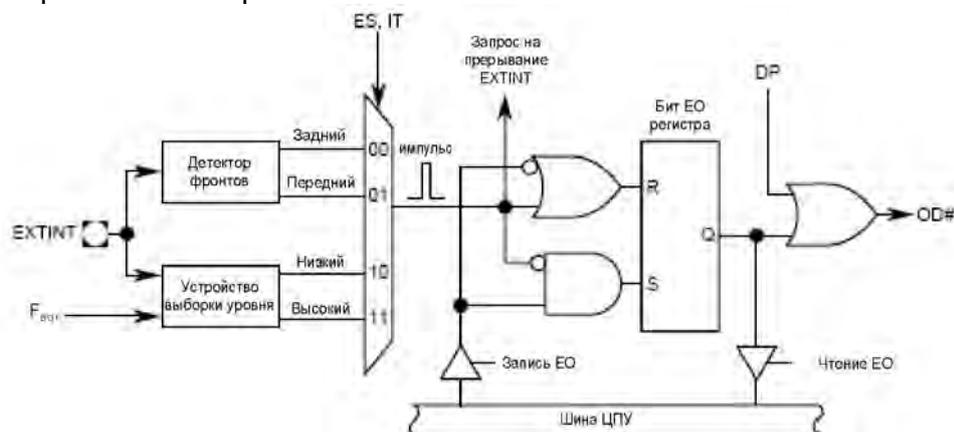

Рисунок 8.3 - Схема защиты
Схема защиты (рисунок 8.3) контролирует вход EXTINT. Когда обнаруживается заданное событие на входе, схема одновременно запрещает выходы и вырабатывает запрос на прерывание EXTINT. Программное обеспечение также может запретить выходы, очистив бит разрешения выходов (OE) в регистре защиты (WG_PROTECT).